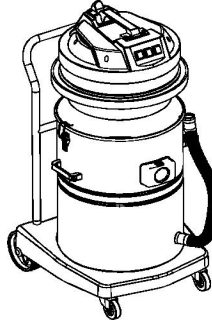

Figure 2
2. Placez la tête de la machine sur le corps de la machine et assurez-vous que le centre de l'interrupteur d'alimentation dans la tête de la machine est aligné avec le centre du connecteur carré. Fixez ensuite les deux boucles pour fixer le corps de la machine. (Figure 2).